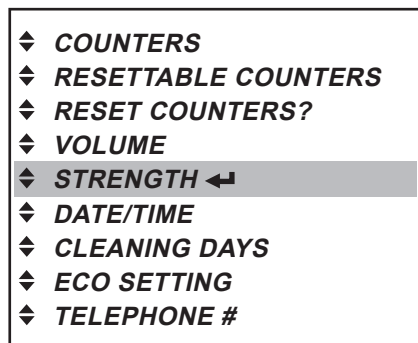

Рис. 36
1. Нажать кнопку ввода ◀, чтобы вызвать меню «STRENGTH» («КРЕПОСТЬ»). (Рис. 36)